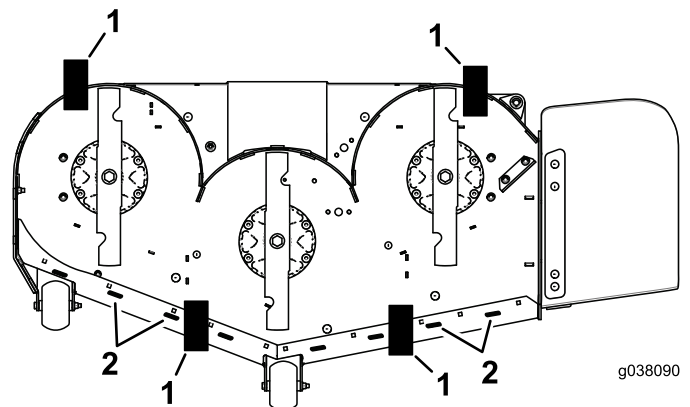

Figure 88
11. Placez une cale (voir le Tableau de hauteur de cale et d'inclinaison) sous le bord arrière de la jupe du plateau de coupe de chaque côté du plateau de coupe (Figure 88).